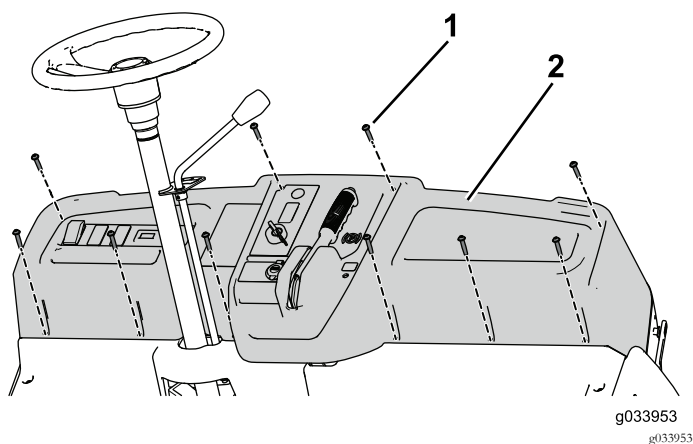

Figura 12
6. Retire e guarde os 10 parafusos ($\frac{1}{4} \times 1\frac{1}{4}$ pol.) para remover parcialmente o painel de instrumentos e desligue os cabos do travão de mão, do acelerador e das mudanças (Figura 12).